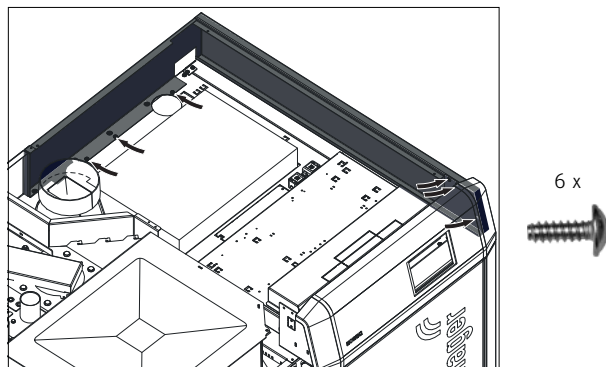

Fig. 80 Verkleidungsoberteil rechts oben auflegen und anschrauben
- ▶ Verkleidungsoberteil rechts oben bei Seitenwand rechts auflegen und mit 6 Blechschrauben befestigen – Fig. 80.